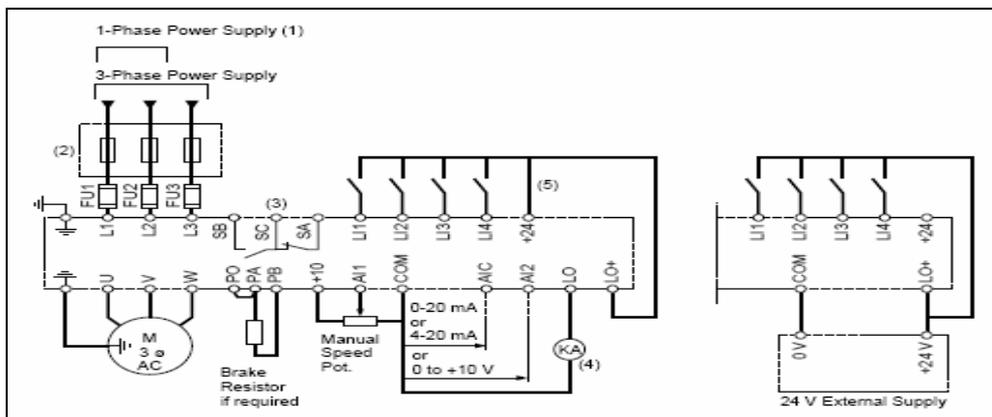

Figura 5.4: Diagrama de conexión ATV18U54M2 ALTIVAR 18
- 4) Lea cuidadosamente en el manual de usuario, cómo se conecta y se programa el variador de frecuencia (ATV18U54M2 ALTIVAR 18 de Telemecanique) al motor trifásico. Proceda a realizar las conexiones según la figura 5.4, y haga la programación del Driver para que el motor se mueva a 3 velocidades diferentes y se le cambie el sentido de giro (Reversa). Muestre al Profesor el montaje antes de energizar el banco didáctico.